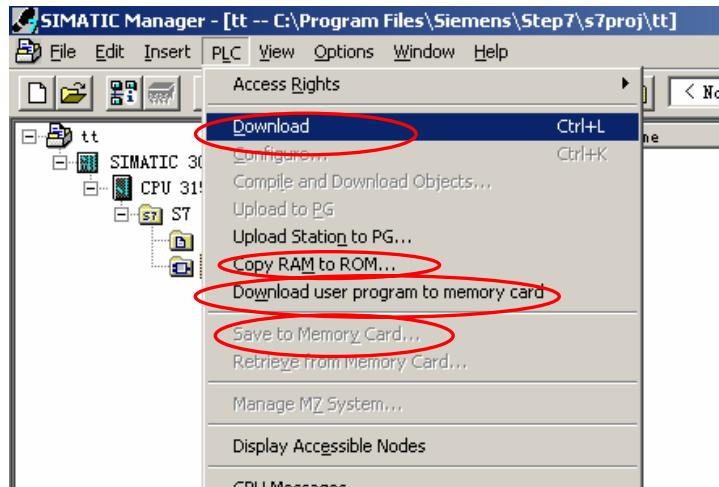

图 8-2
- 直接下载：用快捷栏中的下载按键  直接下载。或使用 STEP7 中的“PLC >“Download”菜单命令下载。(如图 8-2)
- 使用 STEP7 中的“PLC >“Download User Program to Memory Card” 菜单命令将整个程序下载 (如图 8-2)，注意使用该指令时不能下载单个或部分程序块，只能整体下载，同时会将 MMC 卡中原来的内容清除。此方法也同样适用于 FEPROM 卡。
- 使用 STEP7 中的“PLC >Copy RAM to ROM” (如图 8-2) 菜单命令，可以把工作存储器的内容拷贝到 MMC 卡中，同时会将 MMC 卡中原来的内容清除。此操作只能是 CPU 在 STOP 模式下才能执行。这个指令用于把 CPU 中当前运行值 如 DB 块的运行值拷贝到 FEPROM 卡中，这样下次用 MRES 复位时，DB 块的值就会复位为保存过的值。此操作对于 FEPROM 卡同样有效，
2. 用“PLC >Download User Program to Memory Card”（如图 8-2）下载一个空的程序。
- 在 STEP 中使用 “PLC>Download User Program to Memory Card” 菜单命令 (如图 8-2)。此时用户程序只能是整体写入 FEPROM 卡, 而不能写入单个或部分程序块, 同时, 每次写入新的程序会清除原来存在卡中的程序, 同时会清除内置 RAM 区的内容。
- 在 STEP 中使用 “Copy RAM to ROM” 指令 (如图 8-2), 可以把工作存储器的内容拷贝到 FEPROM 卡中, 同时会将 FEPROM 卡中原来的内容清除。这个指令用于保存 PLC 的当前运行值拷贝到 PLC 中, 这样下次用 MRES 复位时, DB 块的值就会复位为保存过的值。此方法也同样适用于 MMC 卡。